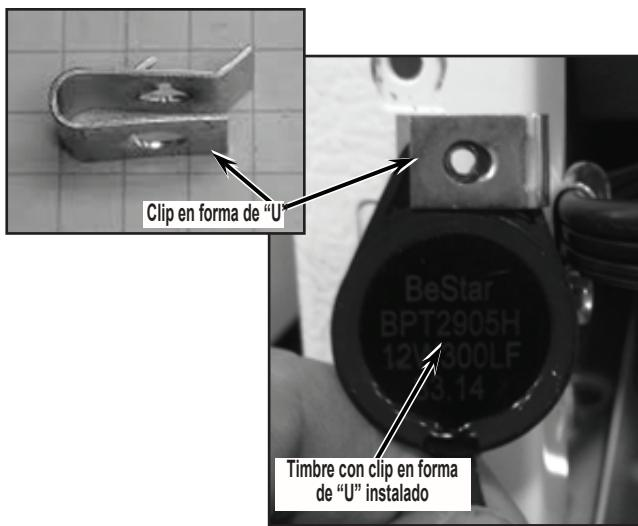

FIGURA 5
8. Instale el clip en forma de "U" en el timbre. Tenga en cuenta la orientación del clip en forma de "U" en el timbre. Vea la Figura 5.